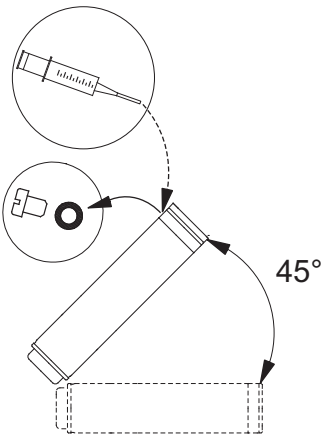

Fig. 3 Posición del motor durante el llenado – MS6 y MS 6000
- Si se suministra el motor desde un almacén hay que comprobar el nivel del líquido antes de montar el motor en la bomba, ver fig. 3.
- En el caso de reparación hay que comprobar el nivel del líquido, ver fig. 3.
- Colocar la bomba sumergible como muestra la fig. 3. El tornillo de llenado debe estar en el punto más alto del motor.
- Inyectar líquido en el motor con una jeringuilla de llenado, fig. 3, hasta que el líquido vuelva a salir por el orificio de llenado.